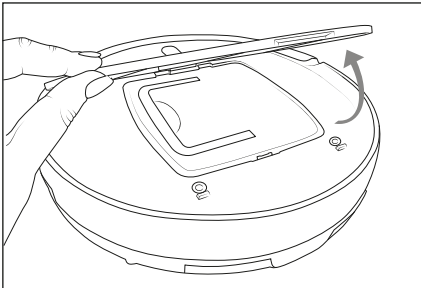

Abb. 5
- 1) Entfernen Sie die Abdeckung **13** des Staubbehälters **12** und ziehen Sie ihn am Henkel aus dem Gerät (siehe Abb. 5 und 6).